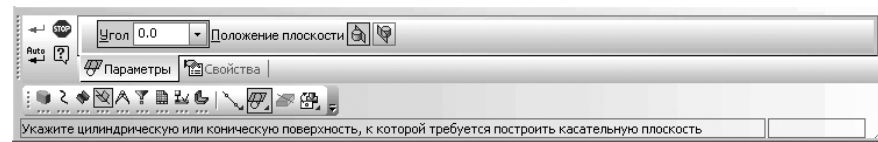

Рис. 2.89. Фрагмент главного окна системы: **Панель свойств: Касательная плоскость, Компактная панель и Строка сообщений**
- нажмите вторую кнопку в панели инструментов и, удерживая ее нажатой, переместите указатель мыши на кнопку – **Касательная плоскость**. После чего отпустите левую кнопку. Появится **Панель свойств: Касательная плоскость** (рис. 2.89). В строке сообщений появится подсказка: **Укажите цилиндрическую или коническую поверхность, к которой требуется построить касательную плоскость**;